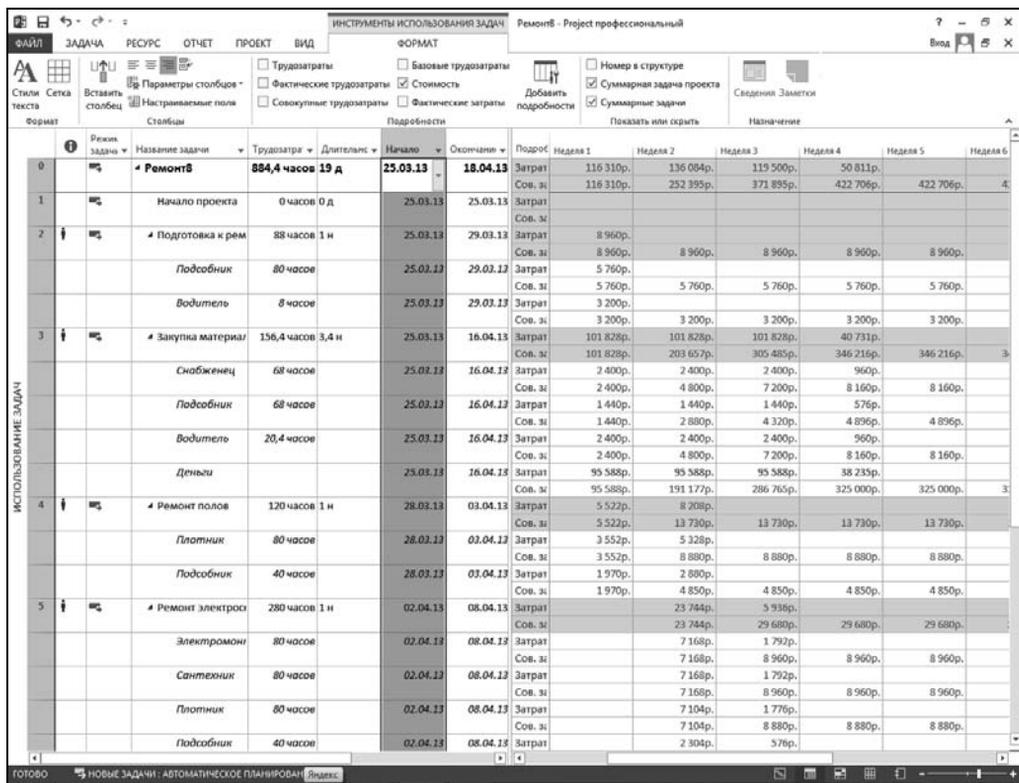

Рис. 5.26. Экранная форма с информацией о бюджете предварительного плана проекта-примера
8. Двойной щелчок на заголовке календарной диаграммы позволяет открыть окно форматирования единиц времени, аналогичное показанному на рис. 4.21. С его помощью можно установить шкалу времени, наиболее удобную для анализа бюджета проекта. В рассматриваемом файле предварительного плана проекта-примера для анализа решено отображать один уровень шкалы времени, и в качестве единиц времени выбраны недели. Вид экранной формы после выполнения этих действий показан на рис. 5.26. В этом окне данные о бюджете проекта (с разбивкой по неделям и нарастающим итогом) показаны как для всего проекта (в первой строке, соответствующей задаче 0), так и для каждой из задач и для каждого из назначений задач проекта.
К сожалению, в представлении, показанном на рис. 5.26, значения затрат выводятся бледным шрифтом, и поэтому их анализ может потребовать некоторого напряжения глаз пользователя. Такой шрифт обозначает, что эти показатели защищены от прямого изменения пользователем. Но для того, чтобы просмотреть бюджет проекта в виде диаграммы, можно воспользоваться алгоритмом 5.17.